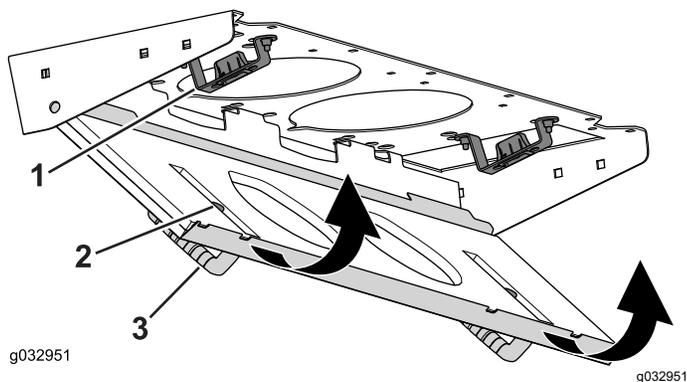

Figura 147
4. Gire la rejilla del filtro sobre las pestañas hasta que el cierre se enganche en el soporte (Figura 147).